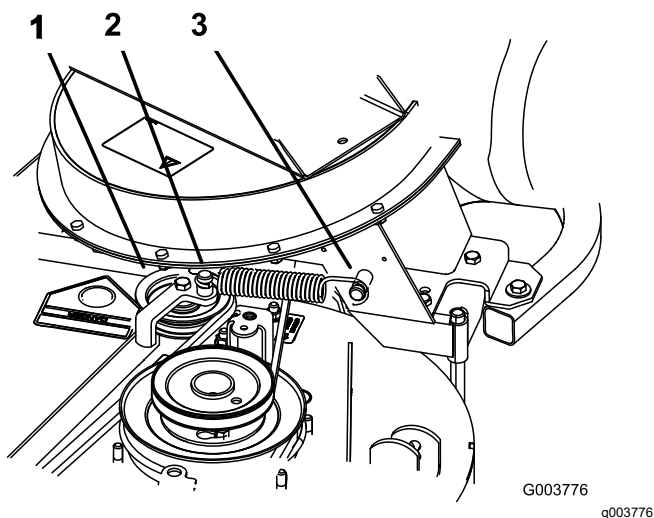

Figure 45
8. Montez le ressort comme montré à la Figure 45.